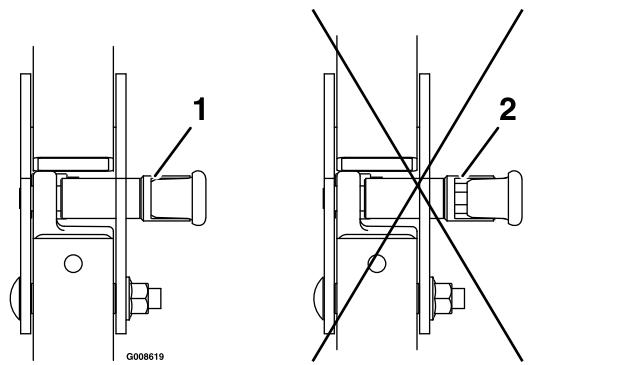

Рисунок 9
- Натисніть на трубчастий каркас і переконайтесь, що обидва штифти зафіковані (Рисунок 9).
- Підніміть трубчастий каркас в робоче положення і повертайте руків'я до тих пір, поки вони частково не увійдуть в пази (Рисунок 9).
- Підніміть трубчастий каркас в повністю вертикальне положення, одночасно натискаючи на верхню частину трубчастого каркасу, щоб штифти зайняли своє положення, коли отвори будуть на одному рівні з штифтами (Рисунок 9).